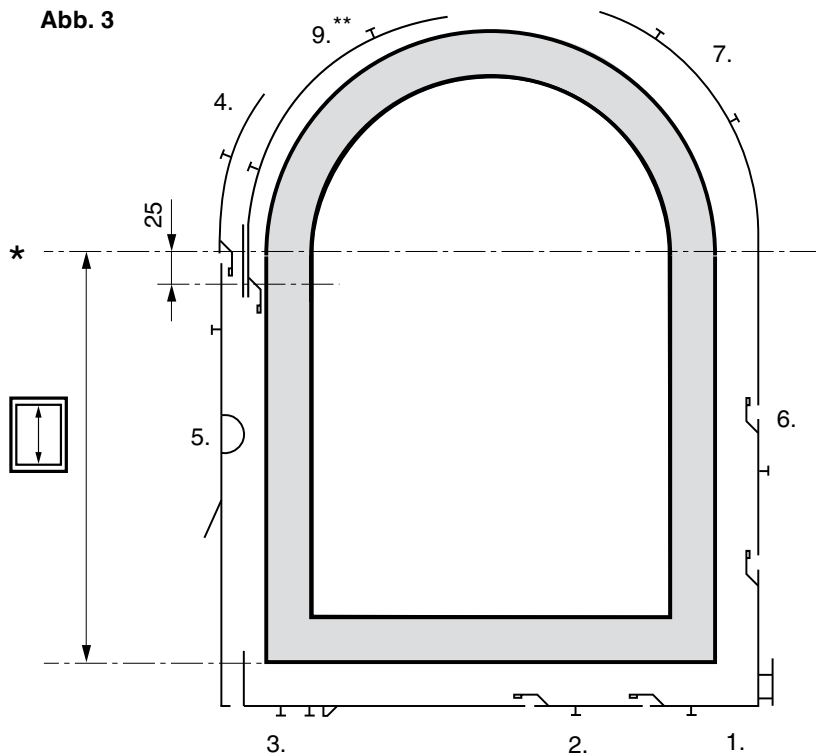

Abb. 1
- Applicare la cerniera angolare fissaggio battuta AE (1) in base alla LBB prolunga frontale/chiusura centrale(2), applicare e avvitare. I fori della cerniera angolare sono quelli di una finestra a 1 anta.
- Tagliare/prolungare il movimento angolare per finestre ad arco(3), applicare (fig. 1) e avvitare.
- Posizionare l'aggancio terminali(4) nella parte superiore all'inizio dell'arrotondamento e avvitare